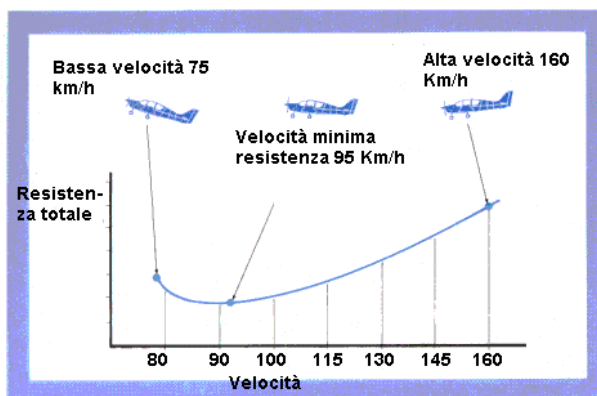

Figura 51
- 3) Cabrate gradualmente finché la velocità diminuisce fin verso la velocità pubblicata per lo stallo senza potenza e flaps abbassati. All'inizio l'aereo tenderà a salire di quota, ma quando la velocità si sarà stabilizzata, inizierà una leggera discesa. A questo punto l'aereo starà volando "sul retro della curva di resistenza" (vedi la figura 51) e per mantenere la quota la manetta dovrà essere aperta contestualmente alla riduzione di velocità.